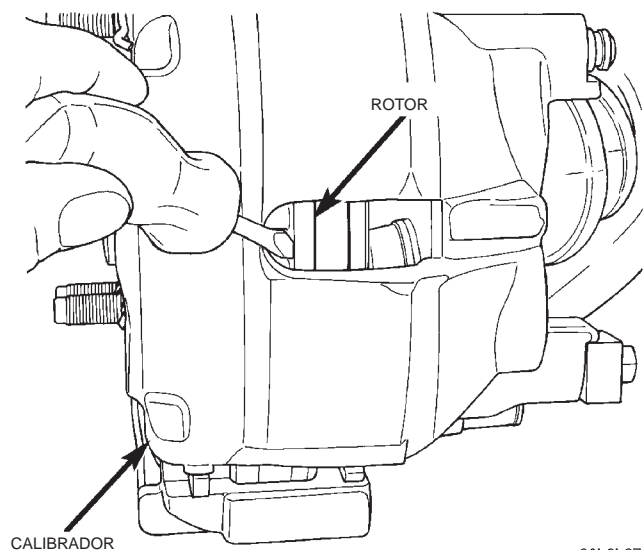

Fig. 23 Bajando el pistón de calibrador
(1) Eleve y apoye el vehículo.
(2) Retire el conjunto de rueda y neumático delantero.
(3) Drene una pequeña cantidad de líquido del depósito del cilindro maestro empleando una pistola de succión **limpia**.
(4) Baje los pistones de calibrador dentro del calibrador haciendo palanca sobre el calibrador (Fig. 23).